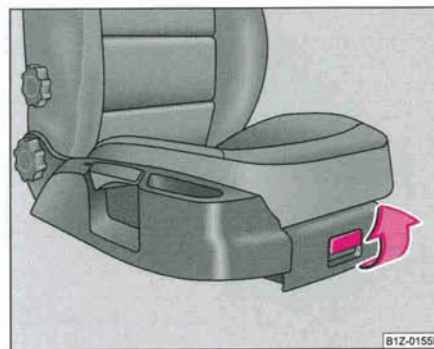

Fig. 106 Siège du passager avant: Vide-poches
- Pour ouvrir le couvercle, le faire basculer et le tirer ⇒ fig. 106